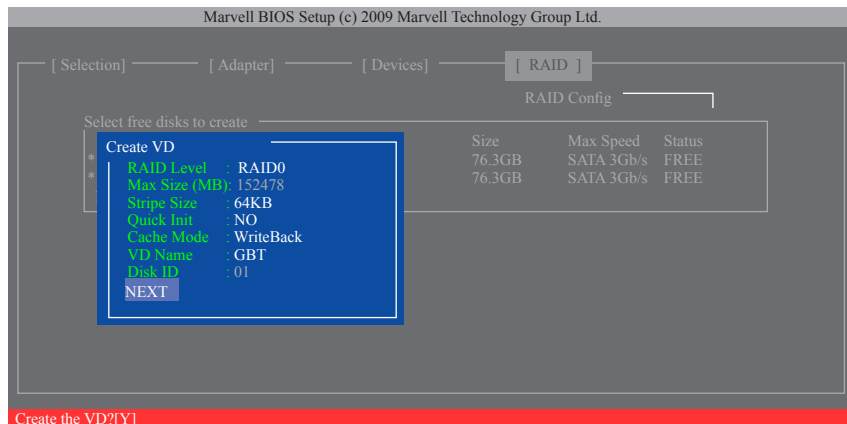

図 7
6. **NEXT:** 上の設定を完了した後、**NEXT** に移動して<Enter>を押しアレイの作成を開始します。確認を求められたら、<Y>を押して確認するか<N>を押してキャンセルします (図 7)。